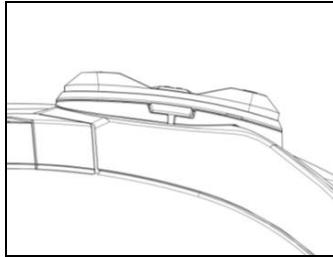

Fig. 21
- Fäst knappssatsen vid hjälmen genom att klicka på de särskilda krokarna (Fig. 21).